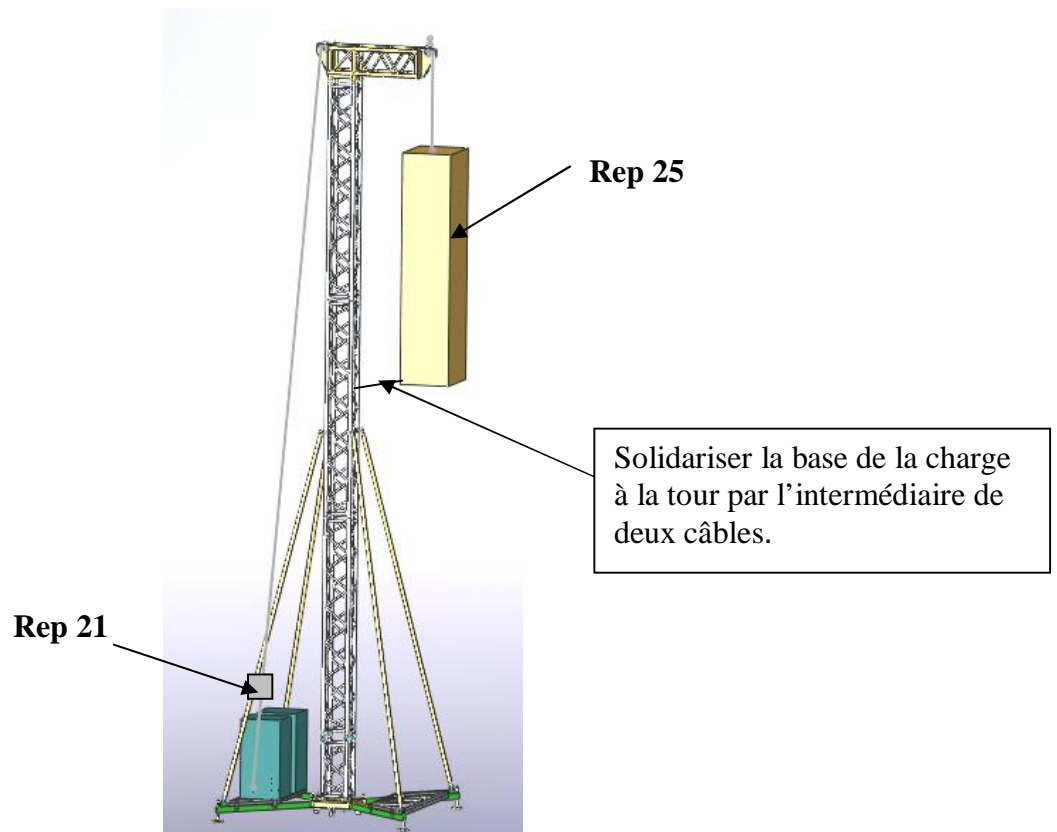

fig. 18
c) Lever la charge (rep 25) à la hauteur souhaitée à l'aide du treuil (rep 21), (fig. 18).